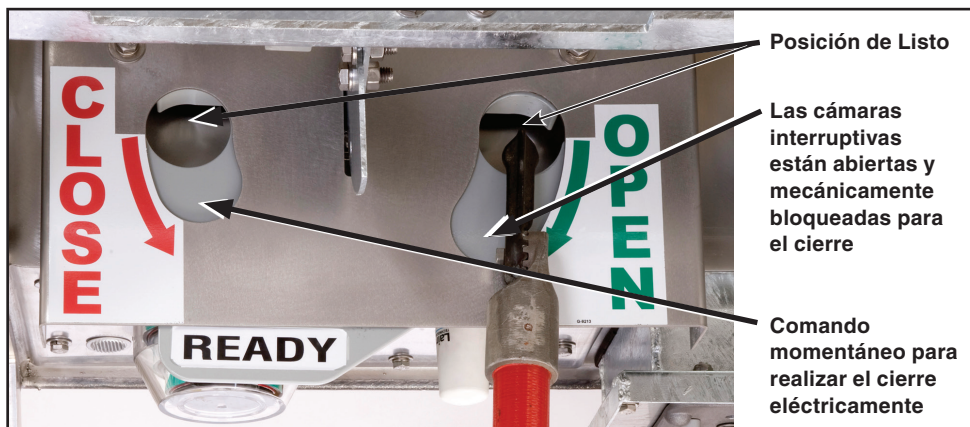

Figura 3. Apertura y cierre de las cámaras interruptivas con una pértiga de gancho.
- PASO 1.** Inserte una pértiga de gancho en el orificio de la sección derecha de la palanca de APERTURA/CIERRE/LISTO. Ver Figura 3 en la página 9.
- PASO 2.** Inserte una pértiga de gancho en el orificio de la sección derecha de la palanca de APERTURA/CIERRE/LISTO de la cámara interruptiva. Ver Figura 3 en la página 9.